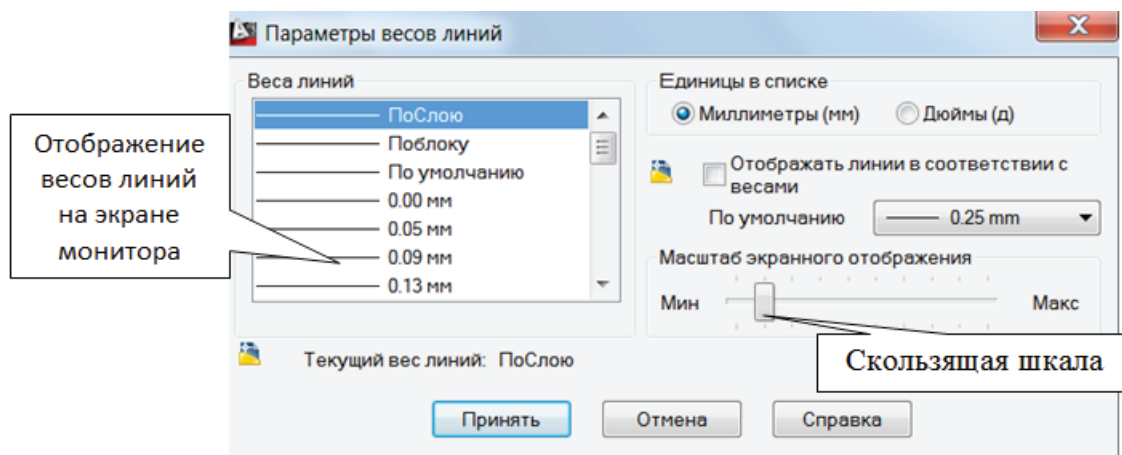

Рис. 45. Диалоговое окно Параметры весов линий
В диалоговом окне Параметры весов линий (рис. 45) можно выполнять настройку масштаба экранного отображения весов линий. На вкладке Модель веса линий отображаются в пикселях. Толщина отображения весов линий устанавливается пропорционально их точным значениям, с которыми они выводятся на печать.
- ◆ выполните настройку масштаба экранного отображения веса линий (см. рис. 45) и включите отображение весов линий в соответствии с весами, щелкнув кнопку строки состояния .